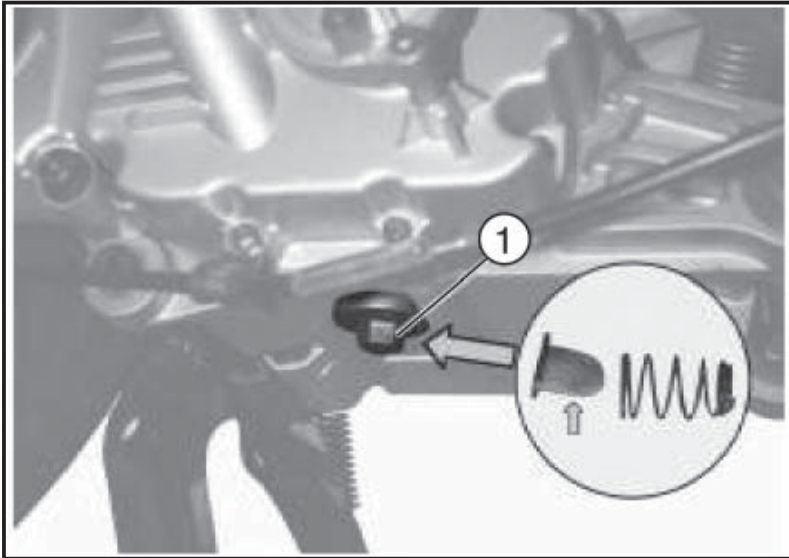

Abb. 01
AUSTAUSCH (Abb. 01)
- Die Ablassschraube «1 - Abb. 01» lösen, die Feder und den Netzfilter auffangen und das Öl in einen Behälter mit ausreichender Kapazität entleeren; den Patronenölfilter abnehmen «2 - Abb. 02» und diesen gegen einen neuen ersetzen.